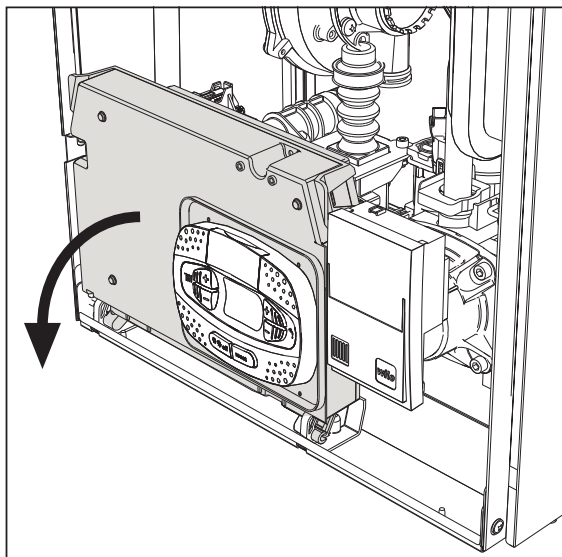
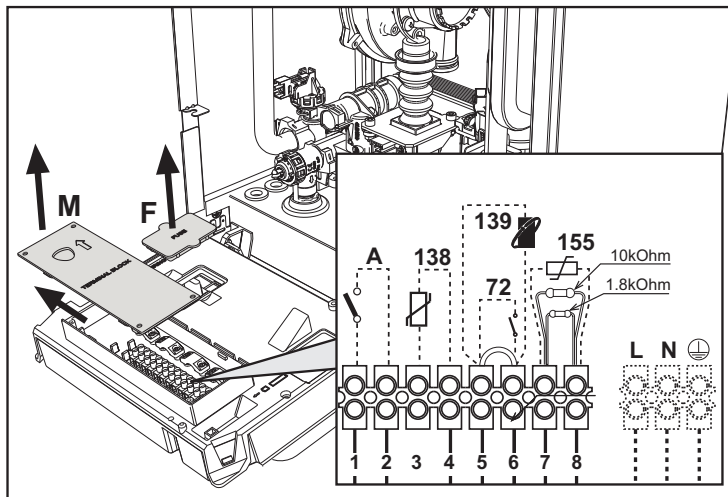

рис. 20
рис. 21
После снятия передней панели (*** 'Открытие передней панели' on page 33 ***) можно получить доступ к клеммной колодке (М) и предохранителю (F), действуя согласно нижеприведенным указаниям (рис. 20 и рис. 21). **Клеммы, указанные на рис. 21, должны иметь чистые контакты (не 230В).** Расположение зажимов и их назначение показаны также на электрической схеме на рис. 57.